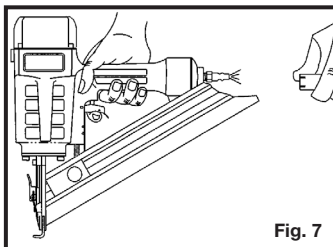

Fig. 7
11. Assurez le branchement entre l'outil et le tuyau d'air comprimé avec un accouplement qui élimine automatiquement toute pression de l'outil quand l'accouplement est débranché. Fig. 7.
12. Débranchez l'outil du tuyau d'air comprimé avant d'assurer tout service d'entretien, avant d'essayer d'enlever un élément de fixation coincé, ou avant de faire passer l'outil à une autre personne. Fig. 7.